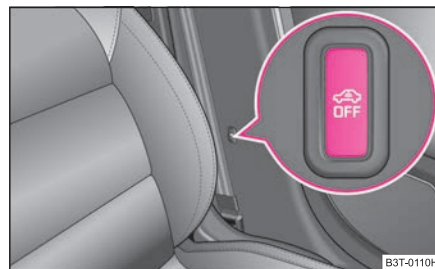

Fig. 35 Tecla para la vigilancia del habitáculo y el control de la protección contra remolcado
- Pulse la tecla del montante central en el lado del conductor ⇒ **fig. 35**, la tecla cambiará el color del símbolo de rojo a naranja.